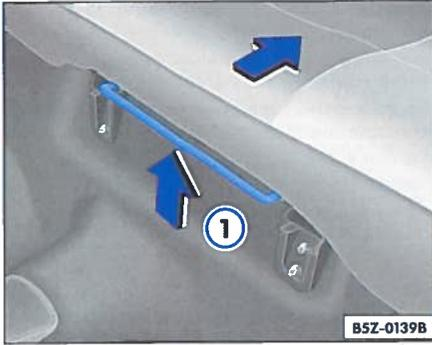

Abb. 65 Hintere Sitzbank: Hebel zur Längseinstellung
⇒ Abb. 65 ① und schieben Sie den Sitz nach vorn oder nach hinten.